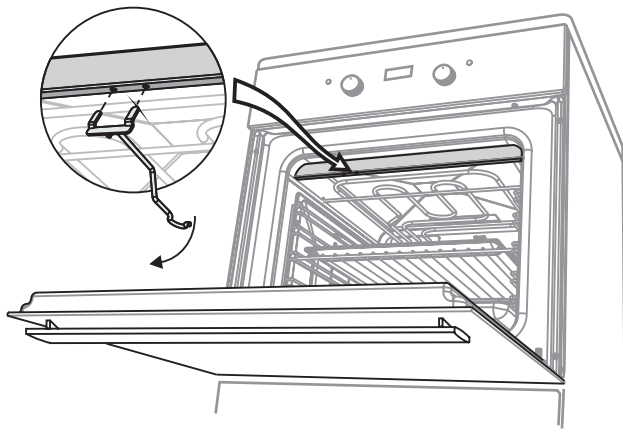

Рис. 16
- Установите крючок, для чего вставьте «усы» крючка в пазы верхней полки слева проема духовки и опустите крючок вниз (рис. 16).